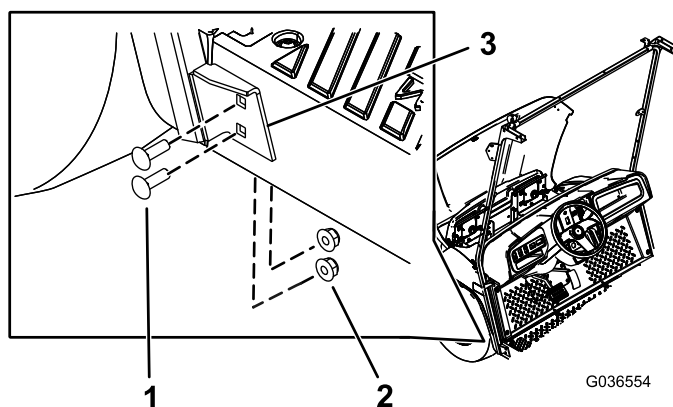

图6
5. 用 4 个托架螺栓（5/16 x 1 英寸）和 4 个凸缘螺母（5/16 英寸）将风挡支撑的下支架固定到在步骤 2 中钻出的孔内（图6）。